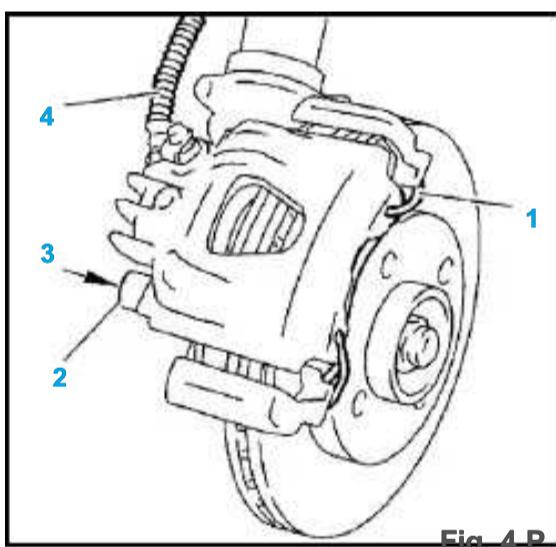

Fig. 4 P.
- la almohadilla interna de la pinza (5)
- la almohadilla externa sobre el soporte (6).
- Rest (fig 4 Br.):
- las dos columnas de tornillo (3) Recubierta con el producto E3 y apriete 2.7 m.daN,
- 2 tapas (2)
- el clip (1)